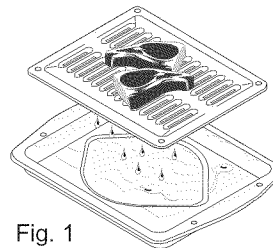

Fig. 1
5. Coloque el inserto en la asadera, luego coloque la comida sobre el inserto (vea la Fig. 1; algunos modelos). **NO** use la asadera sin el inserto ni lo cubra con **papel de aluminio**. La grasa expuesta se puede encender.